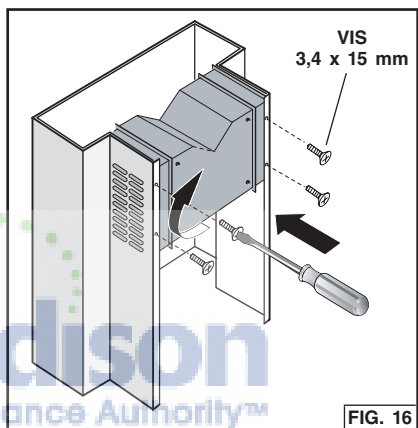

FIG. 16
3. Installez le collecteur dans le carneau décoratif supérieur à l'aide des 4 vis de 3,4 x 15 mm fournies, ainsi qu'indiqué. Fig. 16.